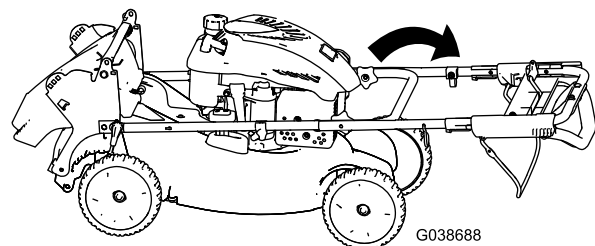

Figuur 23
1. Verwijder de elektrische startknop (indien de machine hiermee is uitgerust); zie Figuur 23.